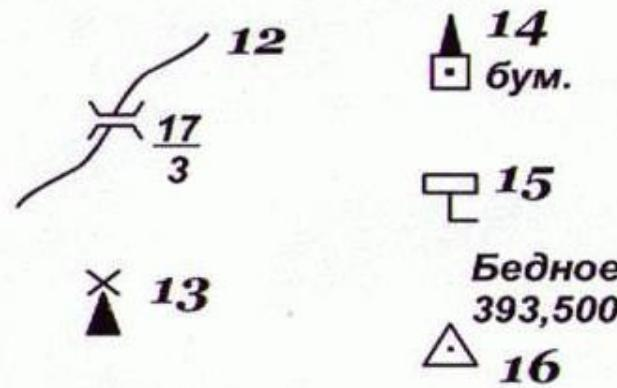

Рисунок 67 - Внemасштабные условные знаки
3. Внemасштабные условные знаки (рис. 67) служат для изображения объектов, размеры которых не выражаются в данном масштабе карты или плана (мосты, километровые столбы, колодцы, геодезические пункты). Как правило, внemасштабные знаки определяют местоположение объектов, но по ним нельзя судить об их размерах. На знаках приводятся различные характеристики, например, длина 17 м и ширина 3 м деревянного моста 12, отметка 393,500 пункта геодезической сети 16.